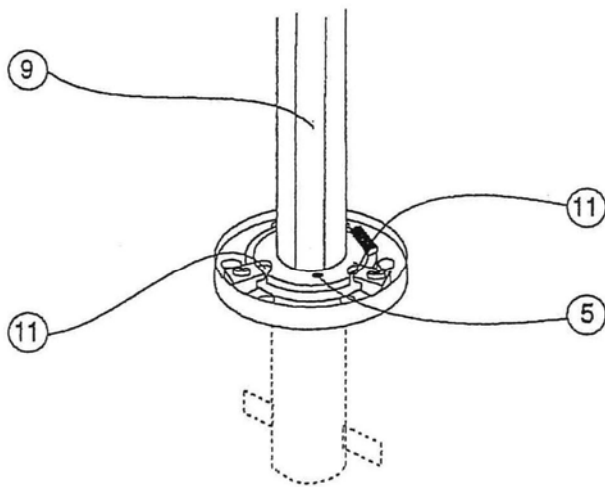

Fig. 4
- Drizzare il palo (9) con cautela e tenerlo fermo in posizione verticale (fig. 4).
- Inserire la vite di sicurezza (5).
- All'occorrenza regolare la posizione verticale agendo sulle viti di livellamento (11).